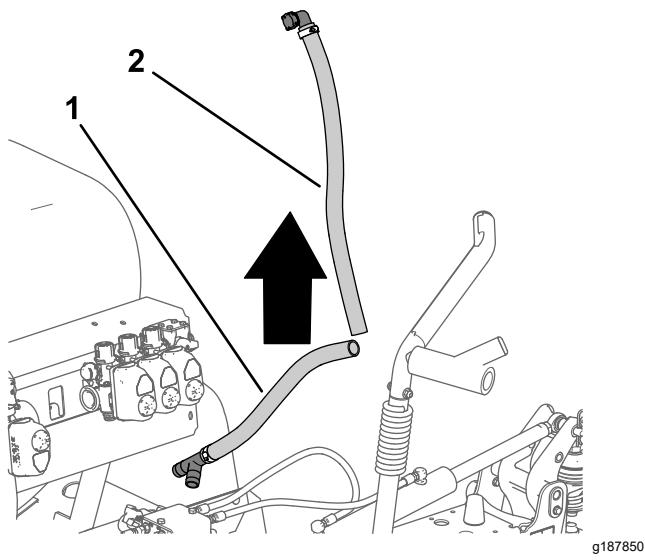

Рисунок 45
7. Снимите верхний и нижний перепускные шланги с машины (Рисунок 45).